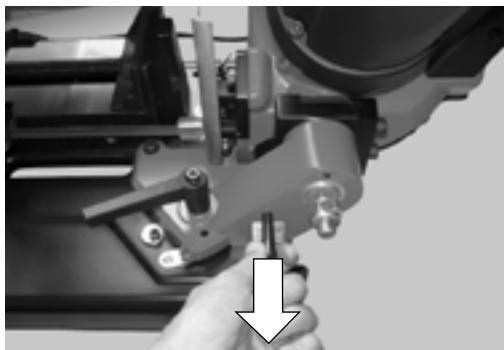

Fig. 3
Pour déplacer la tête de coupe en position haute, il suffit d'ôter le boulon (B) en tirant dessus pour l'extraire (fig. 3).